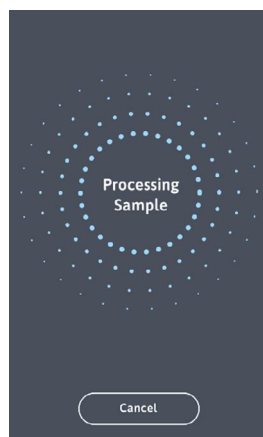

Figura 14
4. Assim que a mistura da amostra for confirmada, o tubo deve ser colocado no analisador e o processo de teste se inicia (Figura 14).